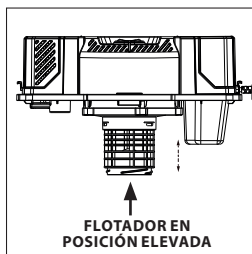

FIG. 5
- Este aspirador en seco y húmedo dispone de un mecanismo de flotación que se elevará automáticamente para cortar el flujo de aire cuando el líquido del depósito supere un nivel predeterminado. Cuando esto suceda, apague el aspirador, desenchufe el cable de alimentación y vacíe el depósito de polvo. Sabrá que el flotador ha cerrado el flujo de aire si la succión cesa y el ruido del motor se vuelve más agudo debido a la mayor velocidad del motor. La capacidad de líquido puede variar con la tasa de recogida. (Fig. 5)